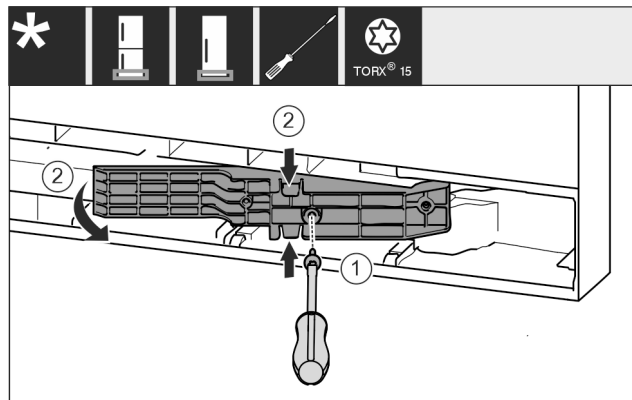

Fig. 18 *
- ▶ Oldja ki a csavarokat a T15 csavarhúzóval. Fig. 18 (1)*
- ▶ Húzza ki az illesztődarabot. Fig. 18 (2)*